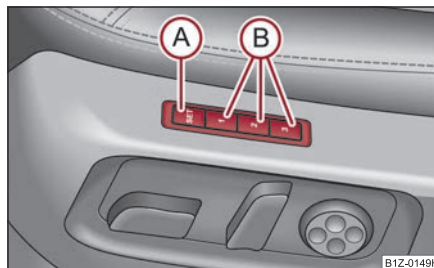

Fig. 78 Scaunul conducătorului: Tastele pentru memorare și tasta SET
- Apăsați tasta SET (A) ⇒ fig. 78.
- Apăsați una din tastele pentru memorare (B) într-un interval de 10 secunde de la apăsarea tastei SET - se va emite un ton de confirmare a efectuării memorării.
Memory pentru scaun oferă posibilitatea memorării individuale a poziției scaunului conducătorului și a oglinzilor exterioare. Fiecăreia din cele trei taste de memorie **(B)** ⇒ pagina 76, fig. 78 i se poate alocă un reglaj al scaunului. După apăsarea tastei respective **(B)** scaunul și oglinda exterioară vor adopta poziția memorată pe tastă ⇒ pagina 77.
- **Memory-apăsare scurtă:** Apăsați scurt tasta de memorare **(B)** ⇒ pagina 76, fig. 78. Scaunul și oglinzile laterale vor adopta automat poziția memorată (acest lucru este valabil numai pentru situația când contactul este pus și viteza este mai mică de 5 km/h).